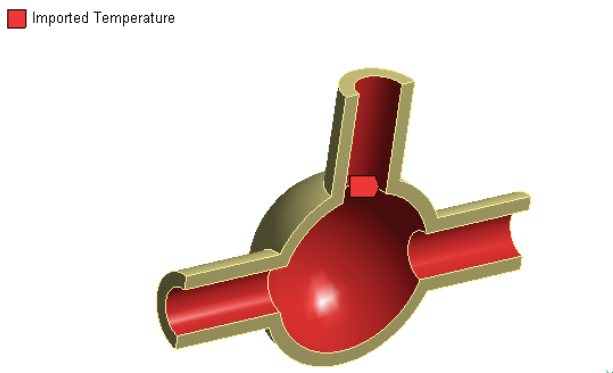

图 24-31 边界条件示意图
4) 选择 Mechanical 界面左侧 Outline 树结构图中的 Static-state Thermal (B5) 选项, 查看边界条件示意图, 如图 24-31 所示。